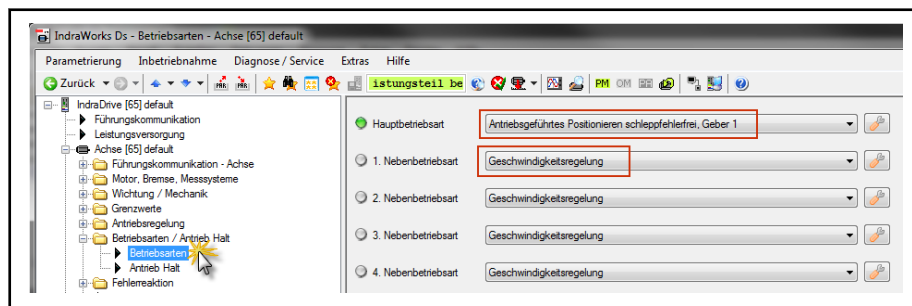

Abb. 6-88: Parametrierung der Betriebsarten mit IndraWorks Ds
3. Im IndraWorks Ds Betriebsarten parametrieren wie in Abb. 6-88 "Parametrierung der Betriebsarten mit IndraWorks Ds" auf Seite 321 gezeigt.